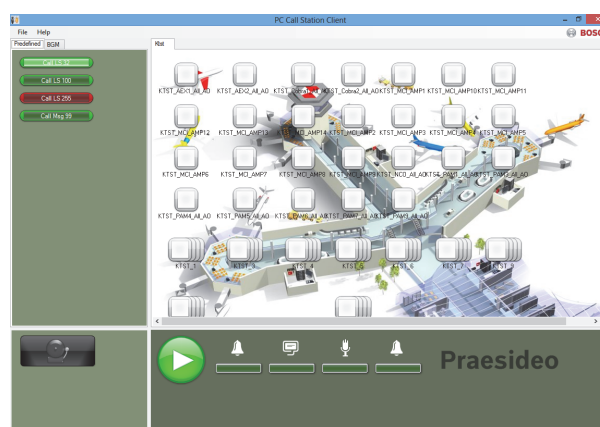

figura 62.2: Scheda annunci predefiniti
- 7 Fare clic sul pulsante *OK*. Appare una schermata simile a quella in figura 62.2.